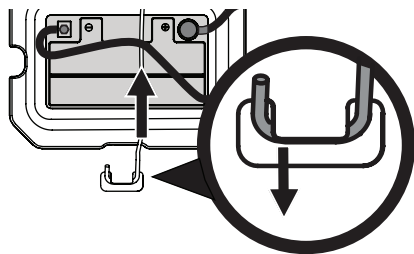

Figure 22
NOTE : Le faisceau électrique doit être placé au-dessus de la barre de retenue de la batterie. Autrement, il risque d'être endommagé. Voir Figure 22 à la page 88.
3. Enlevez la tige de retenue de la batterie. Pour ce faire, pressez l'extrémité recourbée pour la faire sortir de la patte sur l'aile à droite de la batterie. Faites pivoter la tige de retenue de la batterie (b) vers le haut et retirez la batterie. Voir Figure 22.